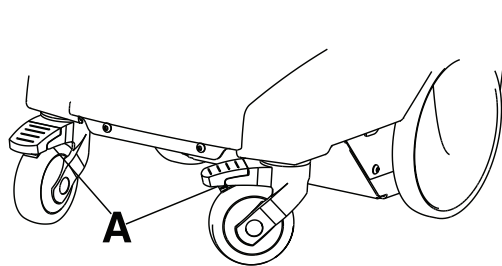

Fig. 8-6: Hjullåse
Hjullåsene tilkobles ved at skubbe ned (A) (Fig. 8-6 på side 8-22) med foden.
Hjullåsene frakobles ved at trække op (A) (Fig. 8-6 på side 8-22) med foden.